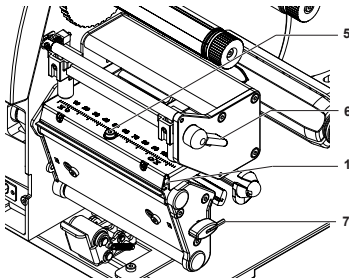

Bild 2
2. Hebel (6) in die im Bild 2 gezeigte Stellung schwenken.